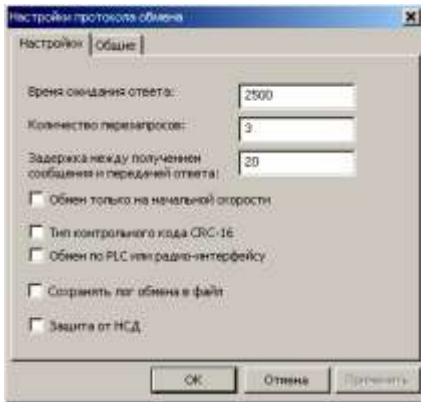

Рисунок 4.6 – Настройки протокола обмена «ГОСТ Р МЭК 61107-2001».
4.9 Выберите профиль настроек протокола обмена «ГОСТ Р МЭК 61107-2001» и нажмите кнопку «Свойства» на панели задач. В результате откроется окно редактирования настроек протокола обмена (рис. 4.6).